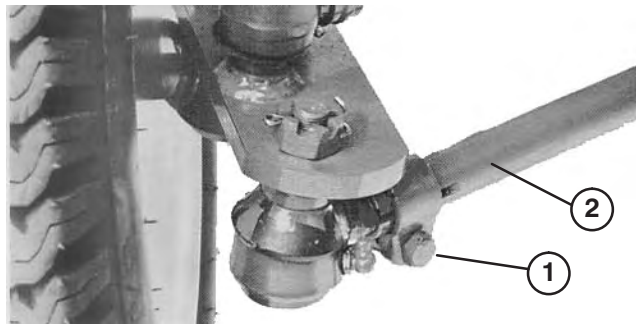

Figure 48
2. Desserrez les fixations aux deux extrémités des biellettes (Fig. 48).